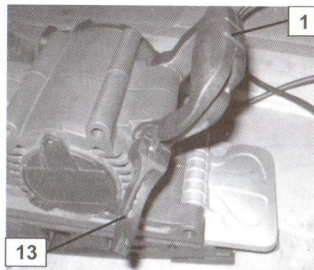
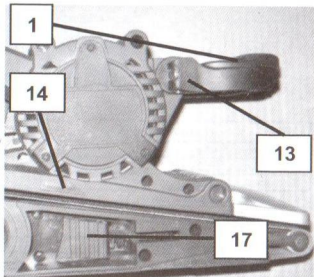

Рис.3
Рис.4
2. Если передняя ручка 1 (см. рис.3) установлена в промежуточном или крайнем верхнем положении установите её в горизонтальное положение. Для этого потяните рычаг фиксатора передней ручки 13 на себя (см. рис.3). Установите переднюю ручку 1 в горизонтальное положение и зафиксируйте рычаг 13 в исходном положении (см. рис.4).